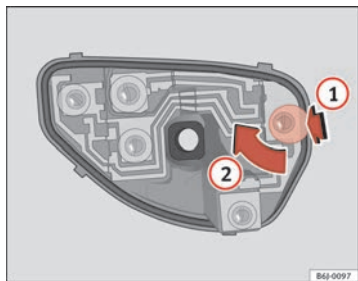

Abb. 146 Glühlampenersatz Rückleuchten
- Nach dem Abnehmen der Lampenfassung drücken Sie in Richtung des Pfeils **(1)** und drehen gleichzeitig in Richtung des Pfeils **(2)** ⇒ Abb. 146. ■